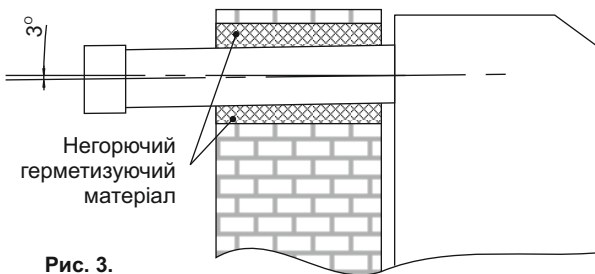

Рис. 3.
6.10.2 Для уникнення стікання конденсату в апарат труба димоходу обов'язково повинна мати нахил 3° - 4 у напрямку виходу продуктів згоряння, як показано на рис. 3.